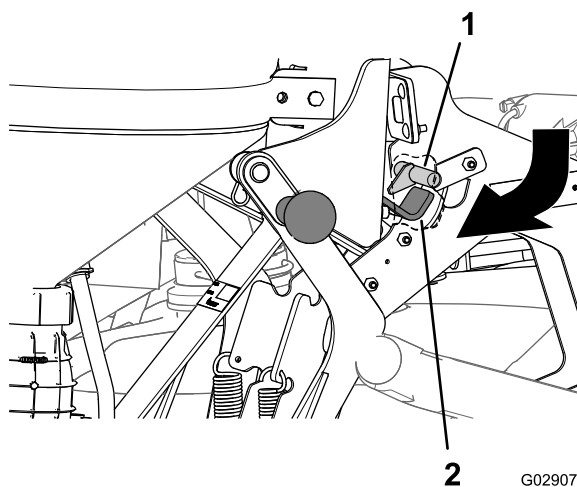

Figura 34
3. Tragei mânerul ejectorului spre exterior i în jos până când cârligul clichetului din partea interioară a plăcii spate se eliberează din tija clichetului ansamblului cadrului de susținere principal. (Figura 34).
3. Împingeți mânerul din partea de sus a cadrului de susținere până când porțiunea cârligului clichetului este aliniată în spatele tijei clichetului cadrului de susținere principal (Figura 34).